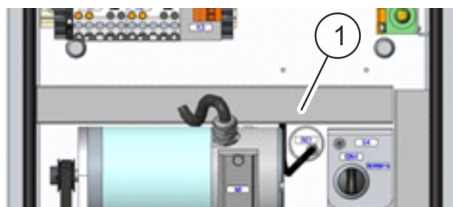

Abb. 23: Kabelkanal öffnen
3. ➤ Kabelkanal (Abb. 23/1) öffnen.